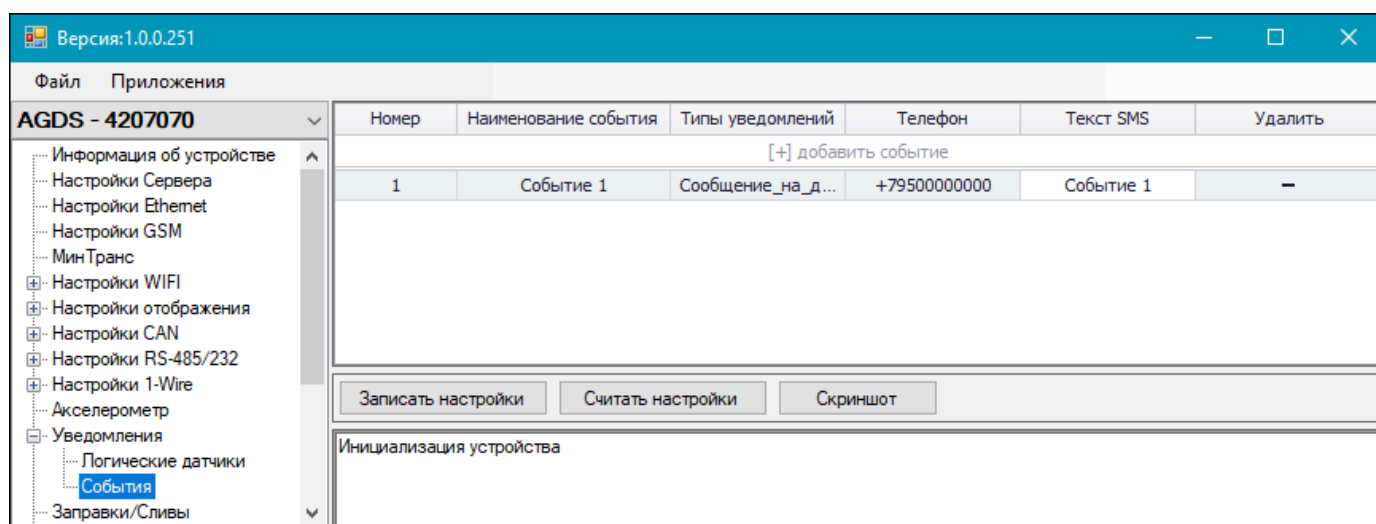

Рис.90. Рабочая область пункта «События»
2. Выберите в списке программы-конфигуратора пункты Уведомления | События (Рис.90).